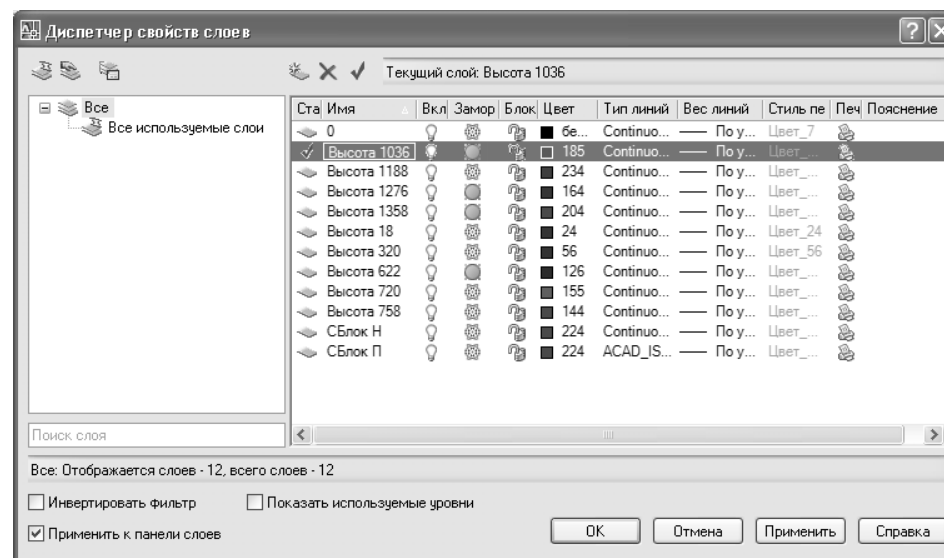

Рис. 6.46 ▼ Переименование слоя в окне **Диспетчер свойств слоев** (Layer Properties Manager)
- Щелкните на кнопке **Диспетчер свойств слоев** (Layer Properties Manager) панели инструментов **Слои** (Layers) или выберите из меню команду **Формат ⇒ Слой** (Format ⇒ Layer) либо введите в командном окне команду **Слои** (LAYERS) или просто **сл** (LA).
- В открывшемся диалоговом окне **Диспетчер свойств слоев** (Layer Properties Manager) должен быть выделен текущий слой **Высота 1036**. Щелкните на названии слоя или нажмите **F2**. Вместо названия появится строка ввода, позволяя вам переименовать слой (рис. 6.46).